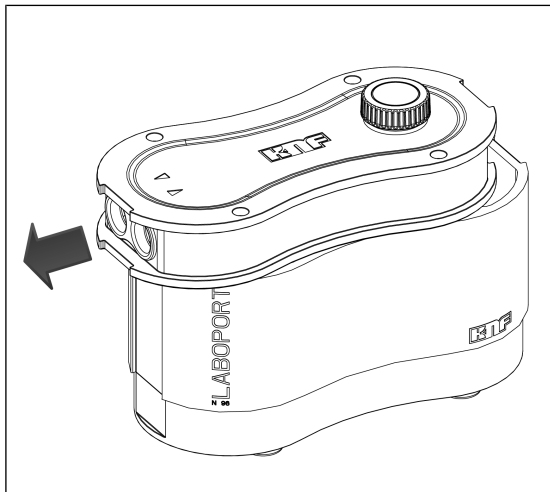

Fig.9: Spingere il coperchio della carcassa sui raccordi gas (aprire la pompa)
2. Spingere il coperchio della carcassa (2) sui raccordi gas (vedere Fig. 9).